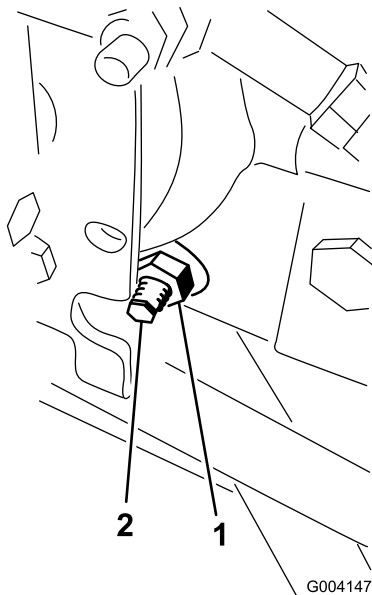

Figura 47
3. En el lado derecho del conjunto hidrostático, afloje la contratuerca de la leva de ajuste de la tracción (Figura 47).